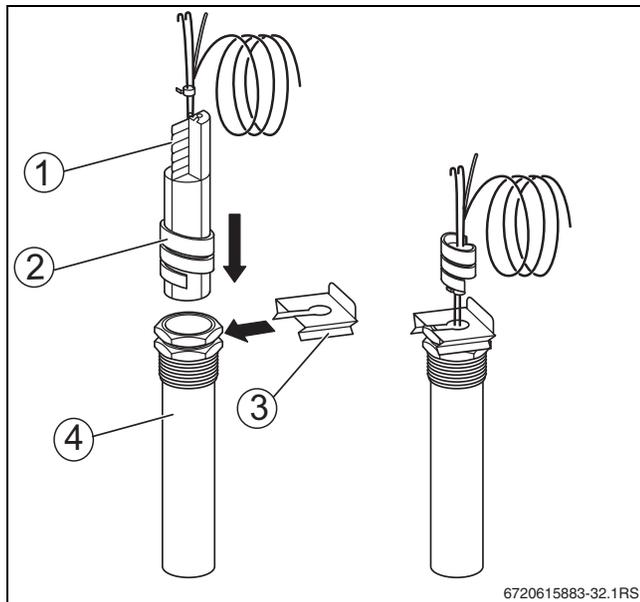

Bild 28 Kunststoffspirale in Tauchhülse einsetzen
- ▶ Temperaturfühlerpaket mit einer Fühlersicherung [3] in der Messstelle [1] sichern (→ Bild 28, Seite 30).
Die Kunststoff-Spirale [2] zum Zusammenhalten der Temperaturfühler schiebt sich beim Einstecken automatisch zurück (→ Bild 28, Seite 30).
Um den Kontakt zwischen der Tauchhülse [4] und den Fühlerflächen zu gewährleisten und somit eine sichere Temperaturübertragung herzustellen, muss die Ausgleichsfeder [1] zwischen den Temperaturfühlern eingeschoben sein (→ Bild 28, Seite 30).